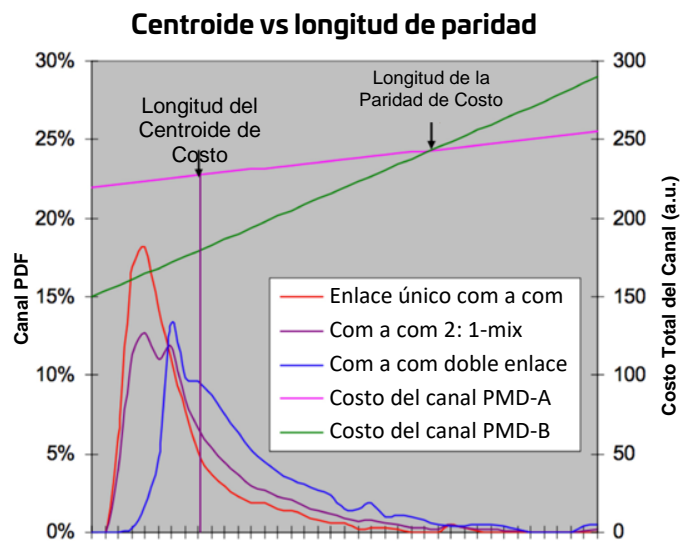

Figura 8: Estimación de la longitud adecuada del canal según la topología. Fuente: Grupo de estudio de óptica IEEE 802.3 Próx. Gen 40G y 100G; Mayo de 2012
**Costo total del canal:** Comparar los costos de enlace entre los tipos de red implica evaluar el costo de todo el enlace: transceptores, troncales y cables de conexión. Se ha desarrollado una variedad de modelos de costos para ayudar a comparar el costo relativo de los diferentes tipos de enlaces de red. Algunos de estos modelos, como el que se ilustra en la Figura 8, brindan orientación sobre las longitudes adecuadas de enlace en función de la topología seleccionada y son útiles cuando se desconoce la longitud promedio del enlace. Por ejemplo, el modelo indica que los costos relativos de los canales PMD A y B son iguales a una longitud de aproximadamente 230 metros. Por lo tanto, conocer la longitud del enlace nos permite determinar la solución de menor costo.